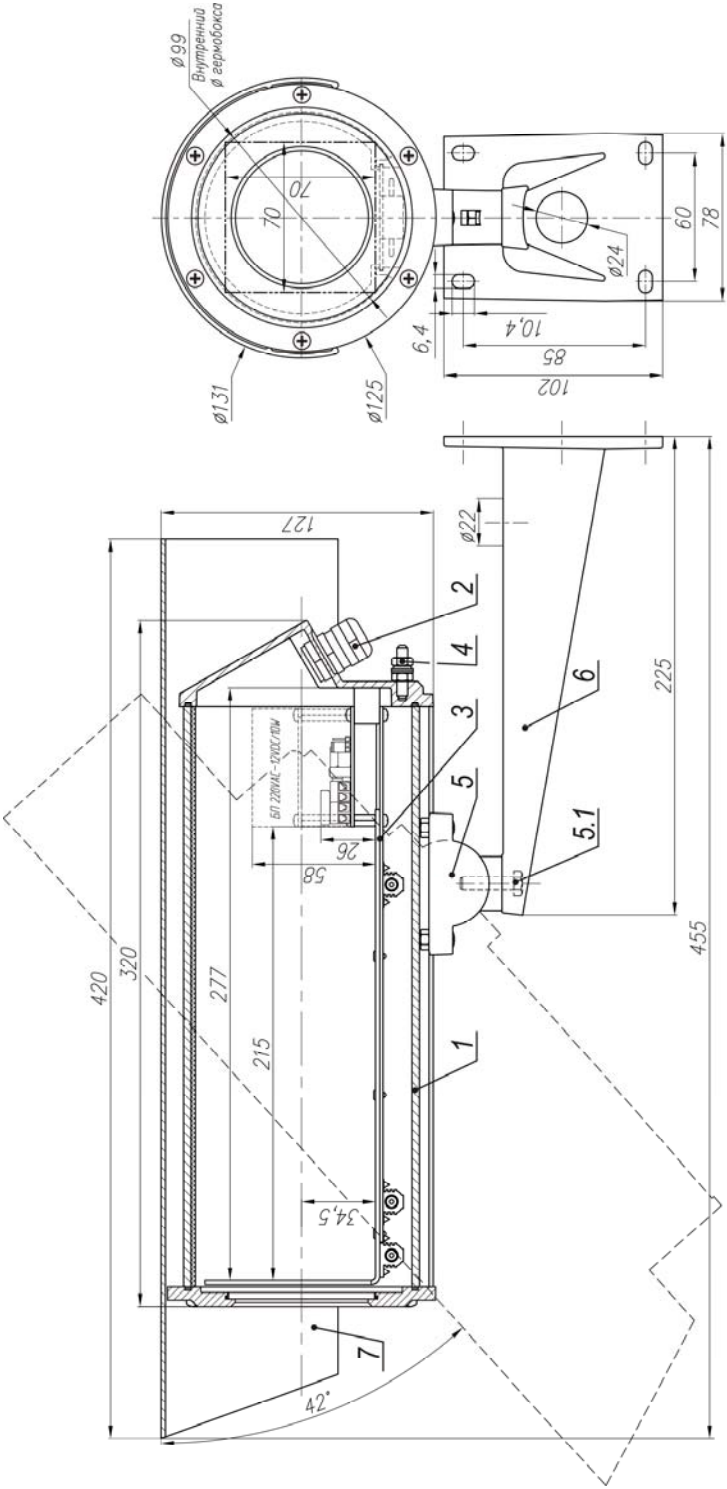

Рис.1 Состав и габаритно-установочные размеры ТГБ-7 ТВ
2. Выдвинуть модуль видеокамеры (поз.3 рис.1) из кожуха.
8. Ослабив болт фиксации шарнира (поз.5.1 рис.1), установить гермобокс на нужное направление обзора, после чего надежно зафиксировать шарнир затянув болт.
9. Заземлить гермобокс с помощью болта заземления (поз.4 рис.1).
- В состав изделия входят (см. рис.1):